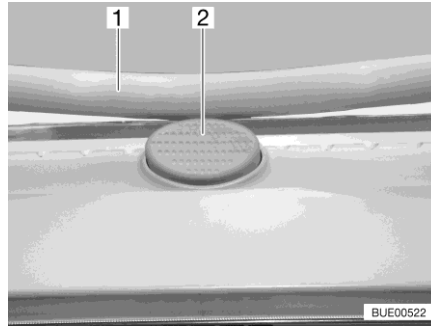

Fig. 51 Bouton de sécurité (lanterneau Heki)
- Appuyer sur le bouton de sécurité (Fig. 51,2) et tirer l'étrier (Fig. 51,1) vers le bas avec les deux mains.
- Pousser l'étrier vers le haut avec les deux mains jusqu'à ce que ce dernier se trouve au-dessus du bouton de sécurité (Fig. 51,2).